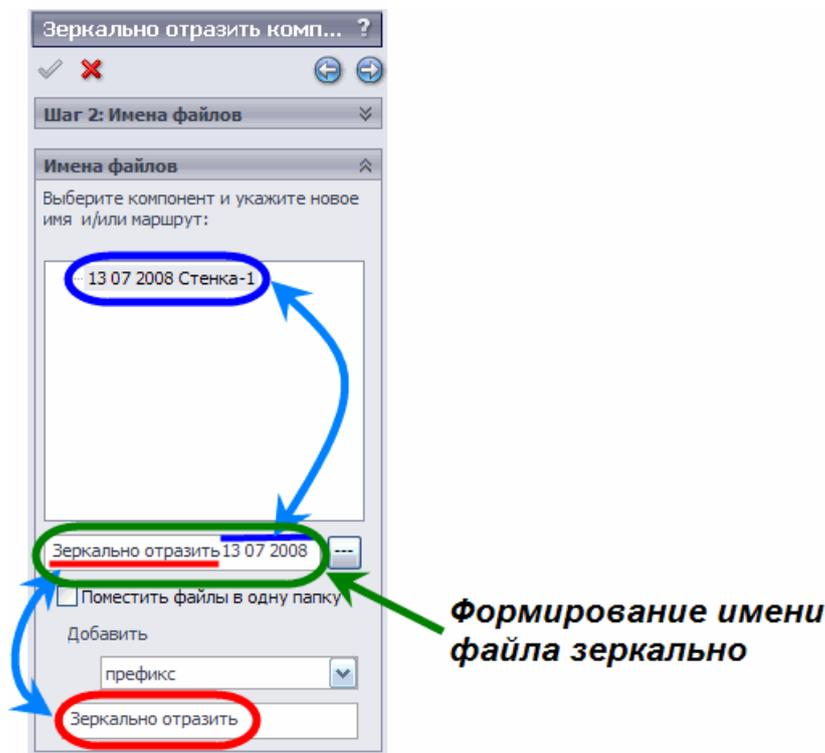

Рис. 11.97 Менеджер свойств Шага 2 – назначение имени файла зеркально отраженному компоненту
деталь или узел сборки из компонента или воспользоваться существующей деталью или узлом сборки (рис.11.97). Например, если ранее выполненное зеркальное отражение применялось в предыдущей операции, можно использовать эту деталь.
2. Чтобы изменить предложенное имя детали, его можно удалить частично или полностью и ввести новое имя детали в представленном окне или, нажав клавишу  рядом с окном (рис.11.97), выбрать прототип имени из списка существующей, ранее созданной детали.
- Введите *префикс* или *суффикс* в расположенном ниже поле (рис.11.97).